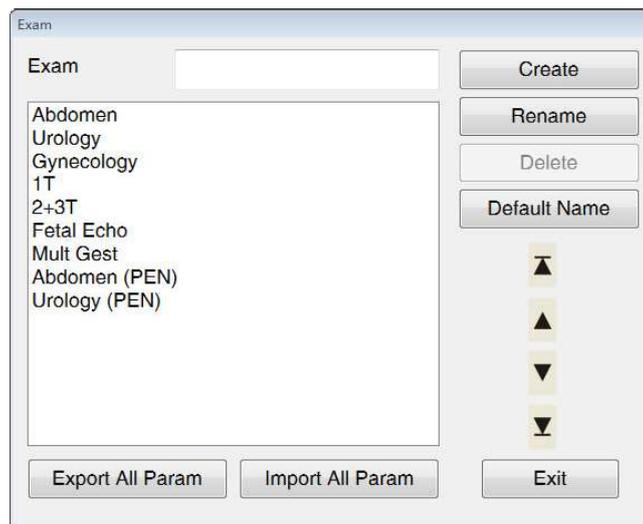

Fig. 5-18 Tela de configuração do exame
- a) Mova o cursor para **Editar**, pressione **Set** para entrar na tela de configuração do exame, conforme mostrado na Fig. 5-18.